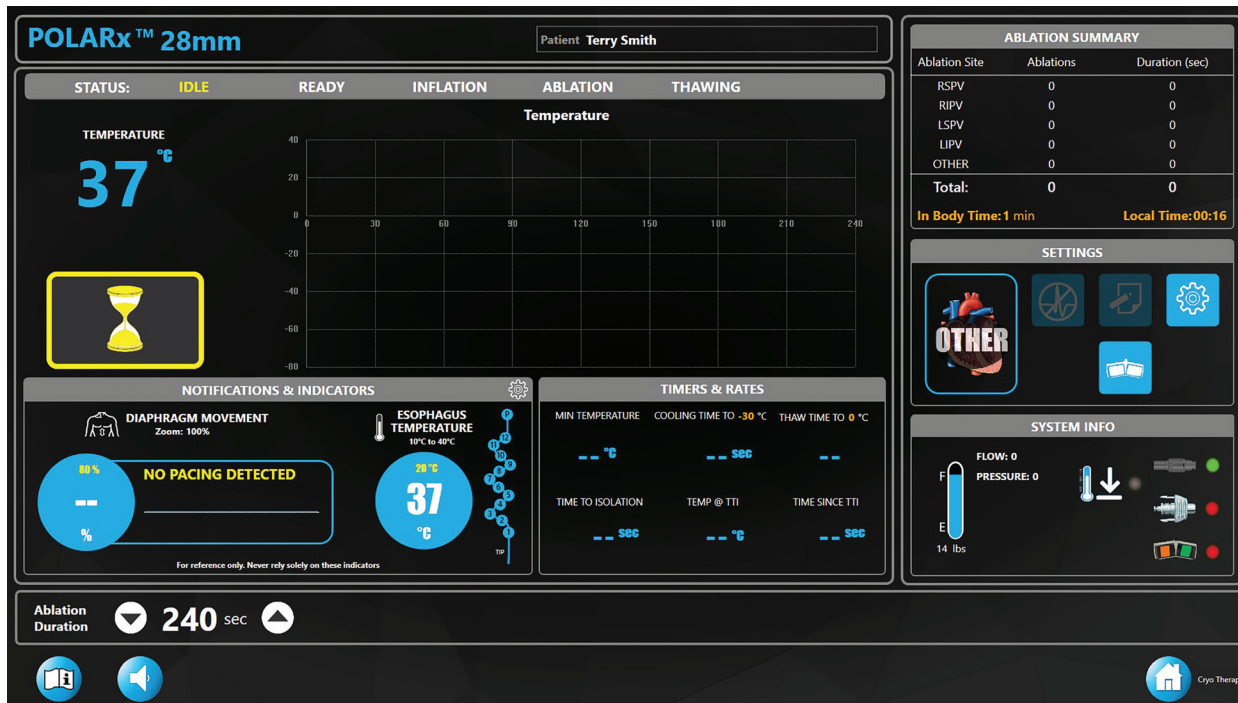
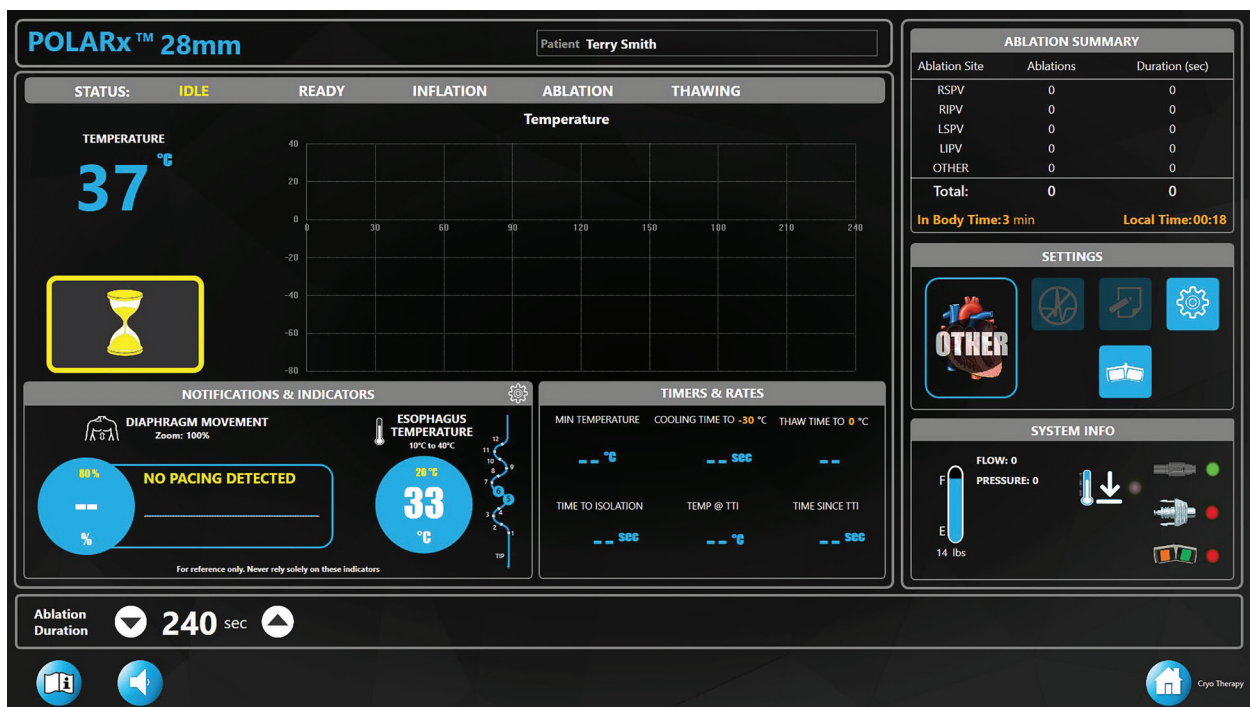

Abbildung 9. CIRCA™ S-CATH Ösophagus-Temperatursensor
Abbildung 10. CIRCA™ S-CATH Ösophagus-Temperatursensor – niedrige Temperaturen ausgewählt
- Bei Verwendung eines CIRCA™ S-CATH Ösophagus-Temperatursensors, mit oder ohne Temperatursensor der Serie 400, wird automatisch ein Bild des CIRCA™ S-CATH Ösophagus-Temperatursensors angezeigt (Abbildung 9). Ein typischer CIRCA™ S-CATH Ösophagus-Temperatursensor verfügt über 12 Sensoren mit einigen Modellen, einschließlich eines proximalen Sensors.
- Die angezeigte Ösophagus-Temperatur (**Esophagus Temperature**) wird immer die niedrigste Temperatur sein, die von allen Sensoren gemessen wird. Der Sensor mit der niedrigsten Temperatur wird außerdem blau hervorgehoben. Wenn die Temperatur in den betroffenen Bereichen sinkt, werden nur die Sensoren mit der niedrigsten Temperatur hervorgehoben (siehe Abbildung 10). Es ist möglich, dass mehr als ein Sensor die gleiche Temperatur wie in Abbildung 9 haben.